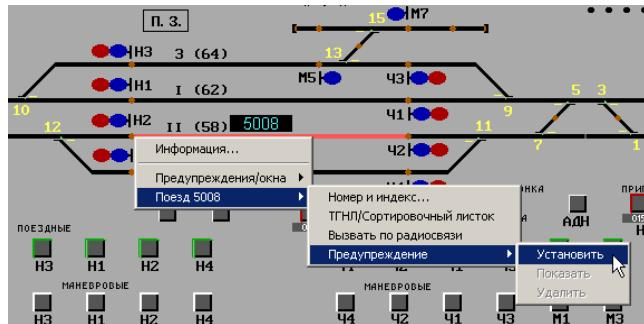

Рис. 18. Выбор команды «Установить предупреждение».
2. В появившемся вспомогательном меню выбрать команду «Установить» (рис. 18).